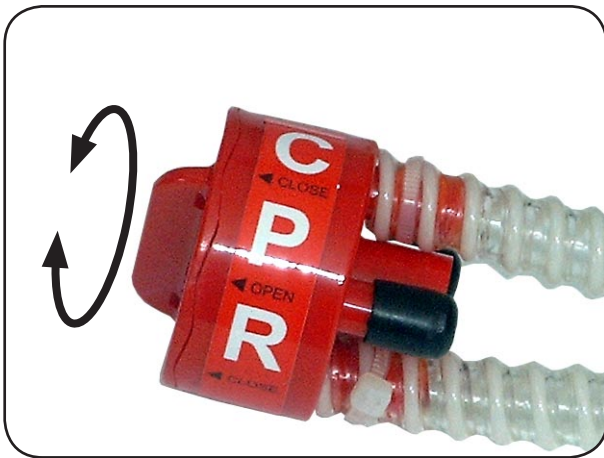

Abbildung 12
9. Überprüfen Sie, ob das CPR-Ventil auf der rechten Seite am Kopfende der Wechseldruckmatratze geschlossen ist. Der Drehgriff muss auf „close“ stehen (siehe Abbildung 12).
13. Wenn die optimale Druckeinstellung erreicht ist, achten Sie darauf, dass die 3 statischen Kopfzellen jetzt den maximalen Druck haben (siehe Kapitel **7.5 Statische Kopfzellen**). Daher verringern Sie den Druck der 3 statischen Kopfzellen durch kurzzeitiges Öffnen des CPR-Ventils (siehe Abbildung 12) bis sie ungefähr dem Druck der befüllten Zellen, die in den Wechseldruckzyklus mit eingebunden sind, entsprechen.
CPR-Ventil ist offen	Schließen Sie das CPR-Ventil (Abbildung 12).
1. Drehen Sie das CPR-Ventil um eine Raststellung auf „open“ (siehe Abbildung 12).